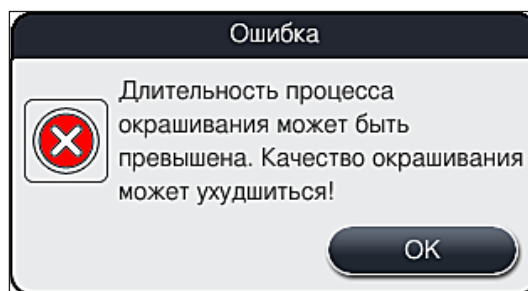

Рис. 107
1. После подтверждения этого информационного сообщения пользователь получает информацию о возможном превышении периодов окрашивания, то есть о том, что отдельные штативы уже слишком долго находятся в реактиве при определенных обстоятельствах или в критической станции, результатом чего может стать ухудшение качества окрашивания. Подтвердите это информационное сообщение (→ "Рис. 107") нажатием кнопки **OK** для возобновления.